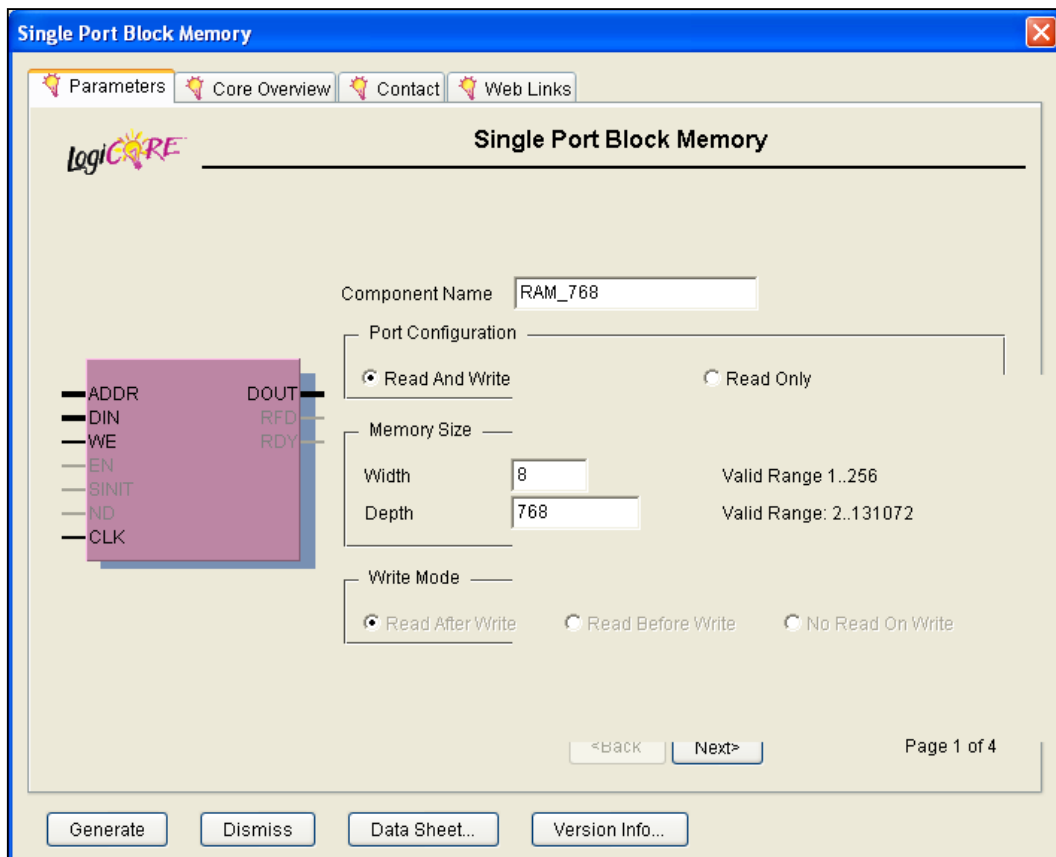

Figura 2
- Se stabilește capacitatea memoriei, 768x8, vezi figura 2;